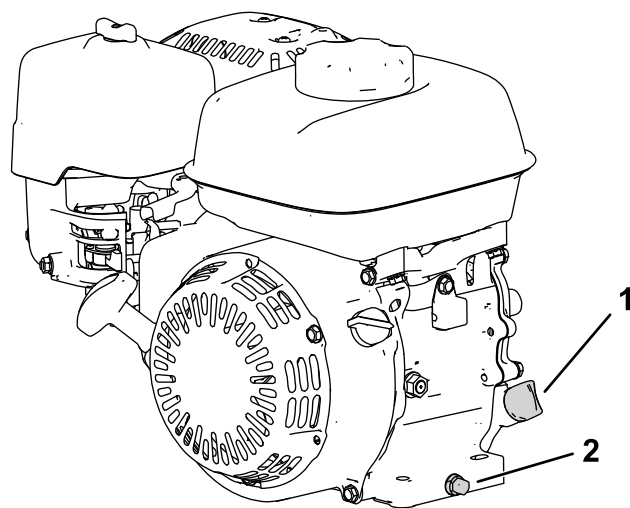

图17
- 调整机器使发动机保持水平并清洁加油管周围的区域图17。
3. 拆下排油塞 图 17。